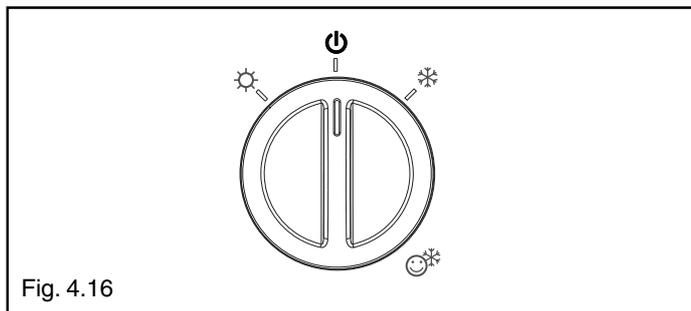

Fig. 4.16
- posizionare il selettore di funzione su “⏻” (fig. 4.16)